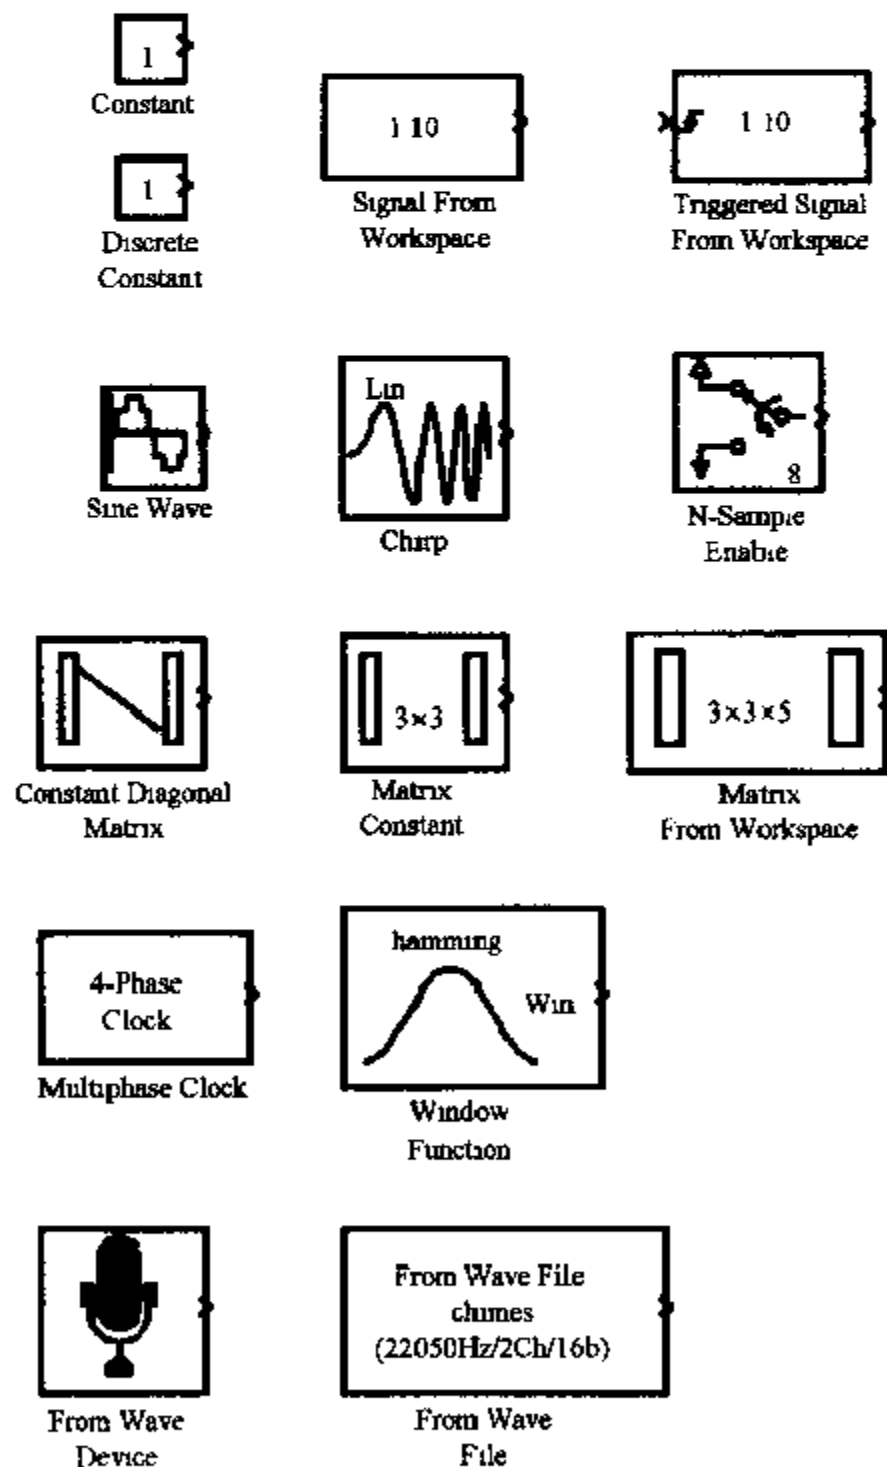

图 6.15 DSP 源库中包含的模块
2) DSP Sources(DSP 源库),该库中包含的模块如图 6.15 所示.